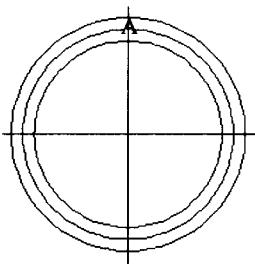

图 1-21
(2) 单击“绘图”|“圆”|“圆心、半径”命令, 以(100,100)为圆心, 分别以20、22.5、25为半径绘制3个同心圆, 其中小圆与垂直构造线上部交于A点, 如图1-21所示。